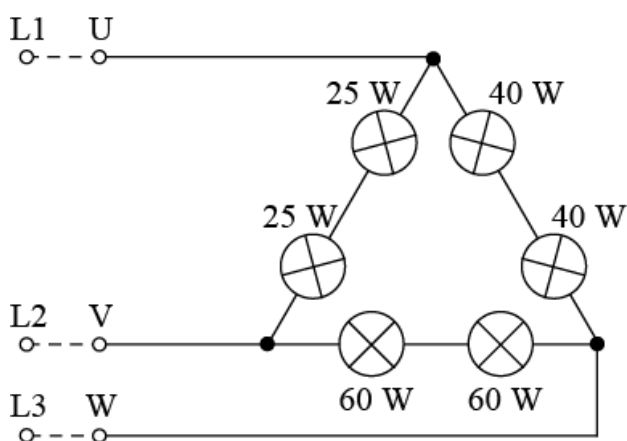

Abbildung 3: Dreieckschaltung
- 6.4.1 Bauen Sie die Verbraucher entsprechend **Abbildung 3** in der Dreieckschaltung auf. Bestimmen Sie Gesamtwirkleistung mit Hilfe der Aron Schaltung.